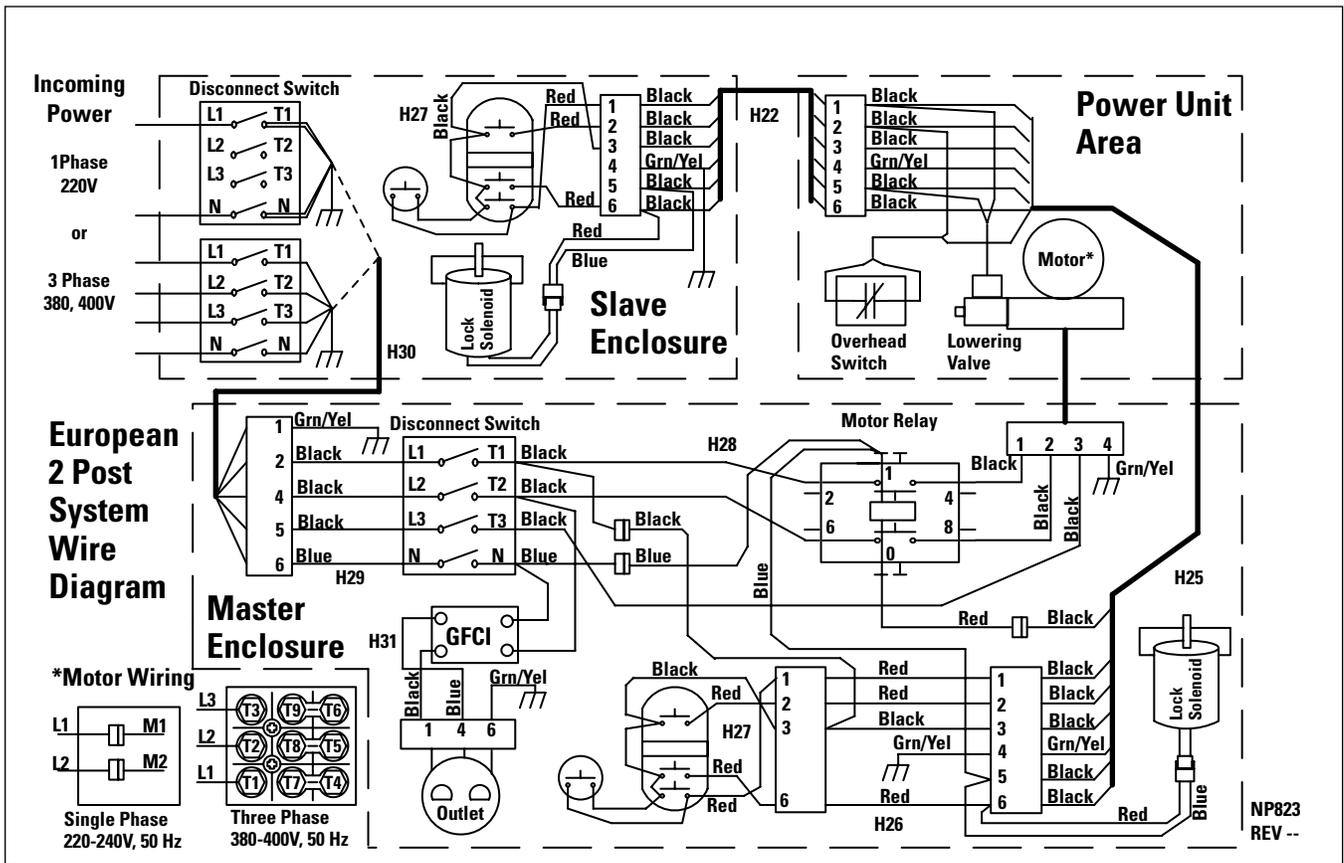

Fig. 25
- C) Mener le câble du moteur à travers la décharge de traction dans la boîte de jonction du moteur. Le câblage du moteur et les diagrammes de câble sont détaillés à la fig. 25.